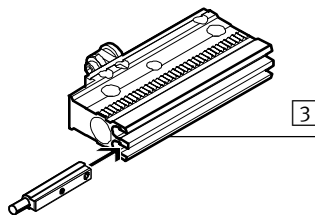

Fig. 19
- Установите бесконтактные датчики положения в паз **3** модуля промежуточной позиции (Fig. 19).